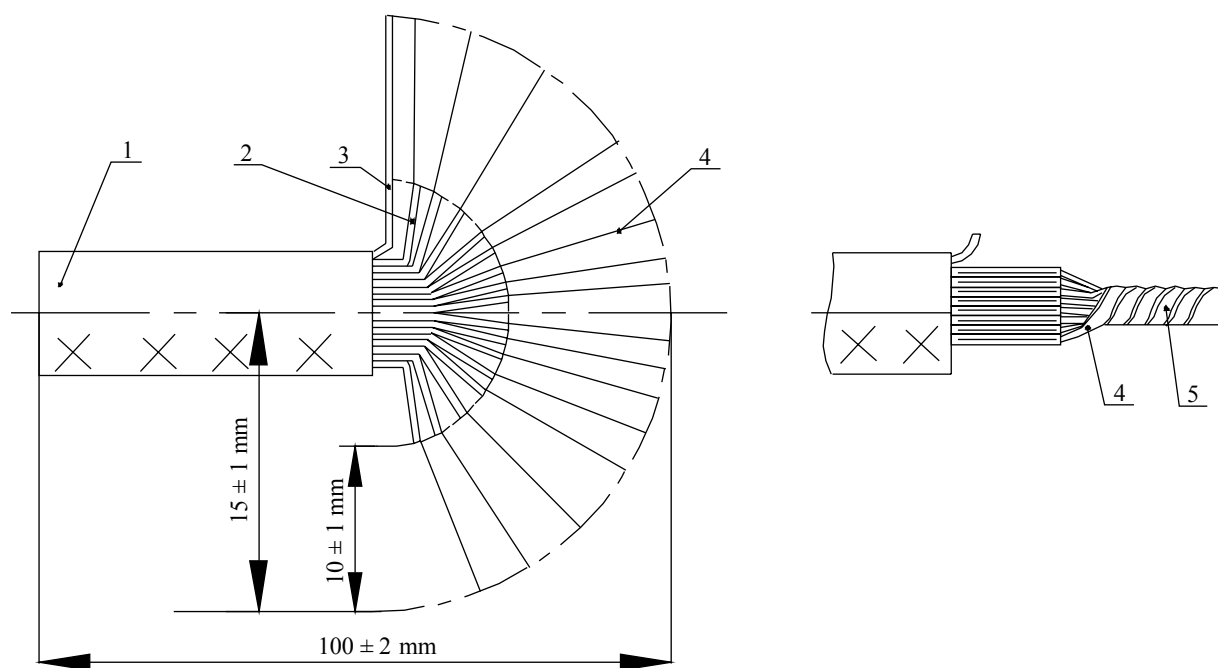

Рисунок 5.3
- 2) разделить конец кабеля 1 согласно рис.5.3;